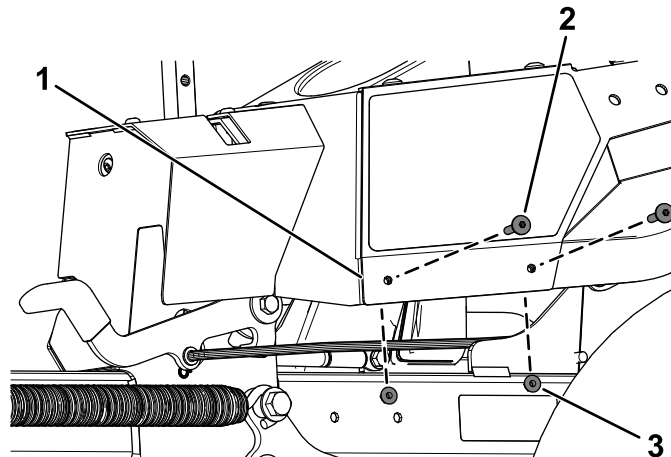

Рисунок 7
- А. Викрутіть 2 гвинти Torx (1/4 x 1-5/16 дюймів) і 2 контргайки (1/4 дюйма) з лівої підвіски (Рисунок 7)